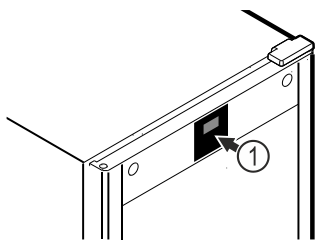

Fig. 51 Приблизне відображення
Термометр вже відкалібровано на заводі-виробнику (відхилення +6 K). Якщо температура всередині відрізняється від індикації температури Fig. 51 (1), можете відкалібрувати термометр.